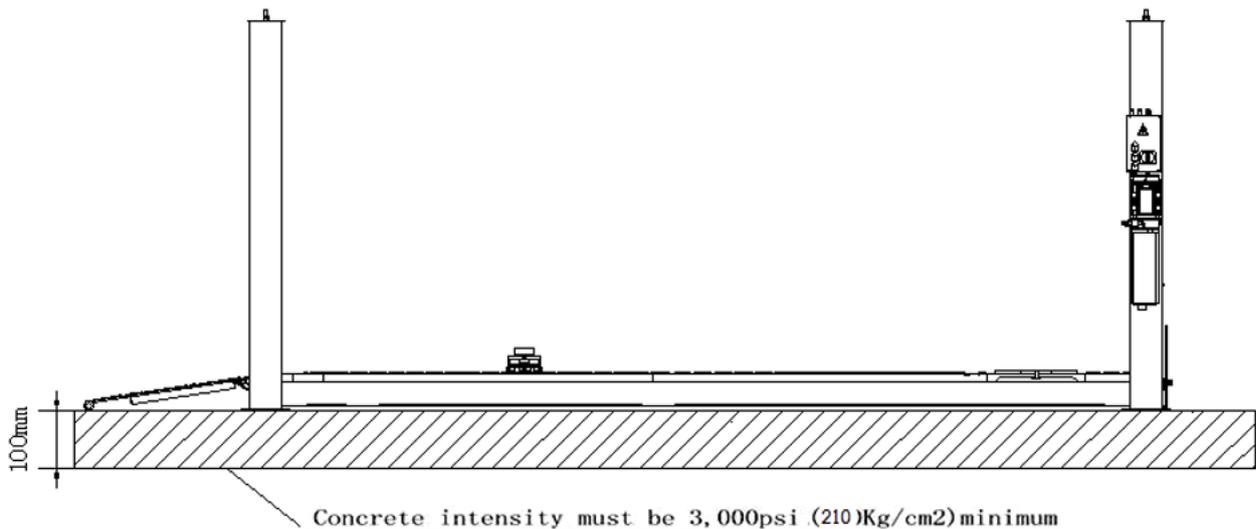

Fig.2
C. Especificações do betão (Ver Fig.2):